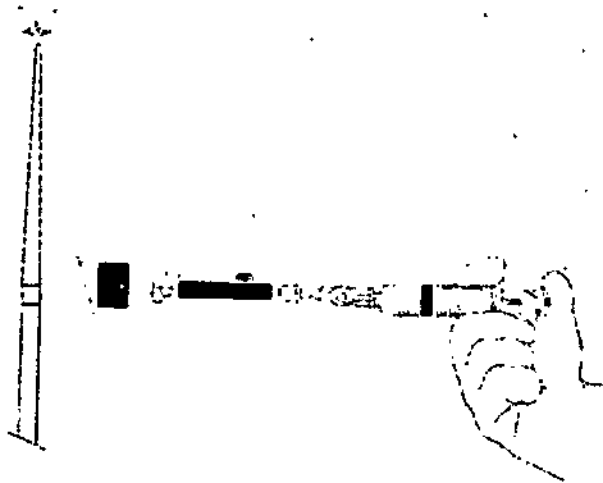
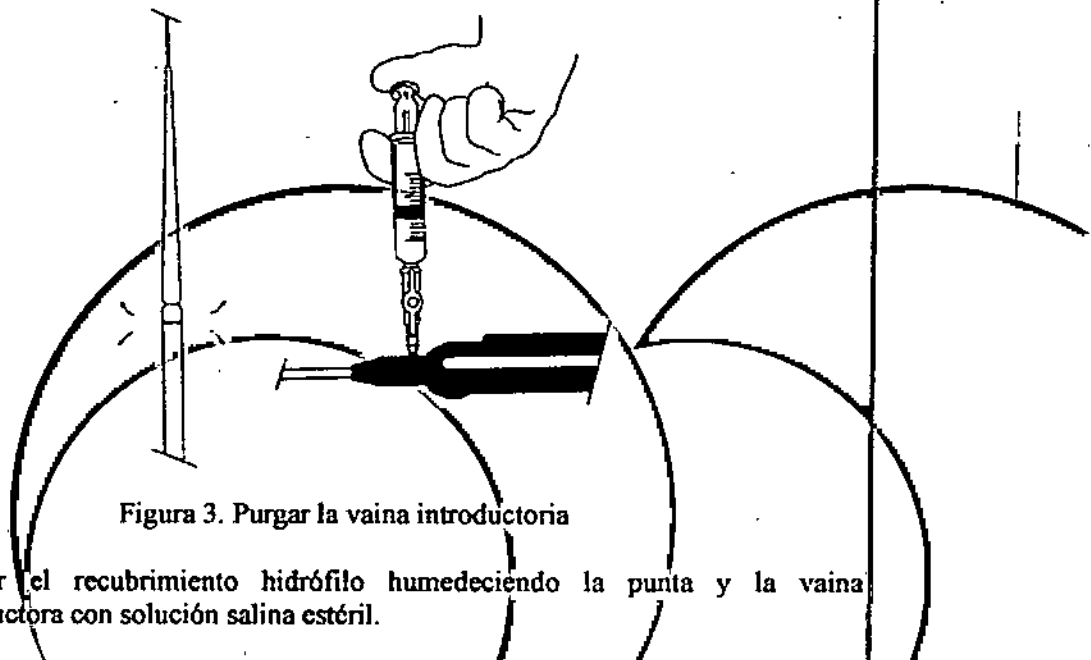

Figura 2. Purgado de la luz de la guía
Figura 3. Purgar la vaina introductoria
- Purgar el puerto de purga de la guía metálica (Véase la figura 2) con un mínimo de 5 cc de solución salina heparinizada. Purgar el sistema de liberación del dispositivo principal con un mínimo de 20 cc de solución salina heparinizada a través del puerto de purga de dos vías (Véase la figura 3) para expulsar el aire del interior de la vaina. Comprobar que la solución salina sale por la zona de la punta. Inspeccionar visualmente el sistema para comprobar si queda aire en el sistema y repetir si es necesario.
- Purgar el puerto de purga de la guía metálica (Véase la figura 2) con un mínimo de 5 cc de solución salina heparinizada. Purgar el sistema de liberación de la rama con un mínimo de 20 cc de solución salina heparinizada a través del puerto de purga de dos vías (Véase la figura 3) para expulsar el aire del interior de la vaina. Comprobar que se pueda ver salir la solución salina por la zona de